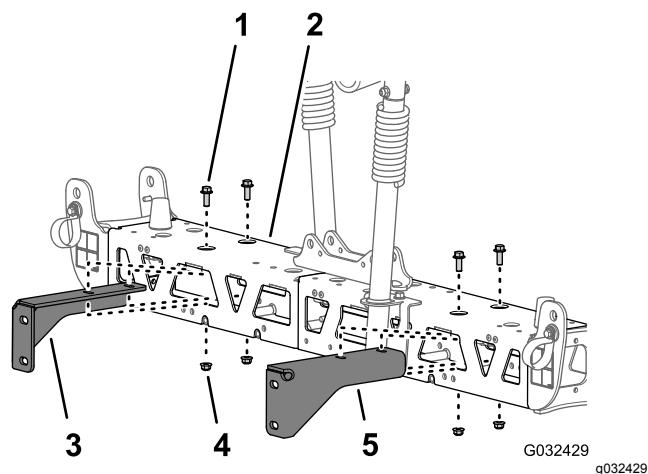

Рисунок 73
- Выверните 2 болта с фланцевыми головками (3/8 x 1 дюйм) и 2 фланцевые контргайки (3/8 дюйма), которые крепят опорный кронштейн к средней секции стрелы, и снимите кронштейн (Рисунок 73).
- Выверните 2 болта с фланцевыми головками (3/8 x 1 дюйм) и 2 фланцевые контргайки (3/8 дюйма), которые крепят другой опорный кронштейн к средней секции стрелы, и снимите кронштейн (Рисунок 73).